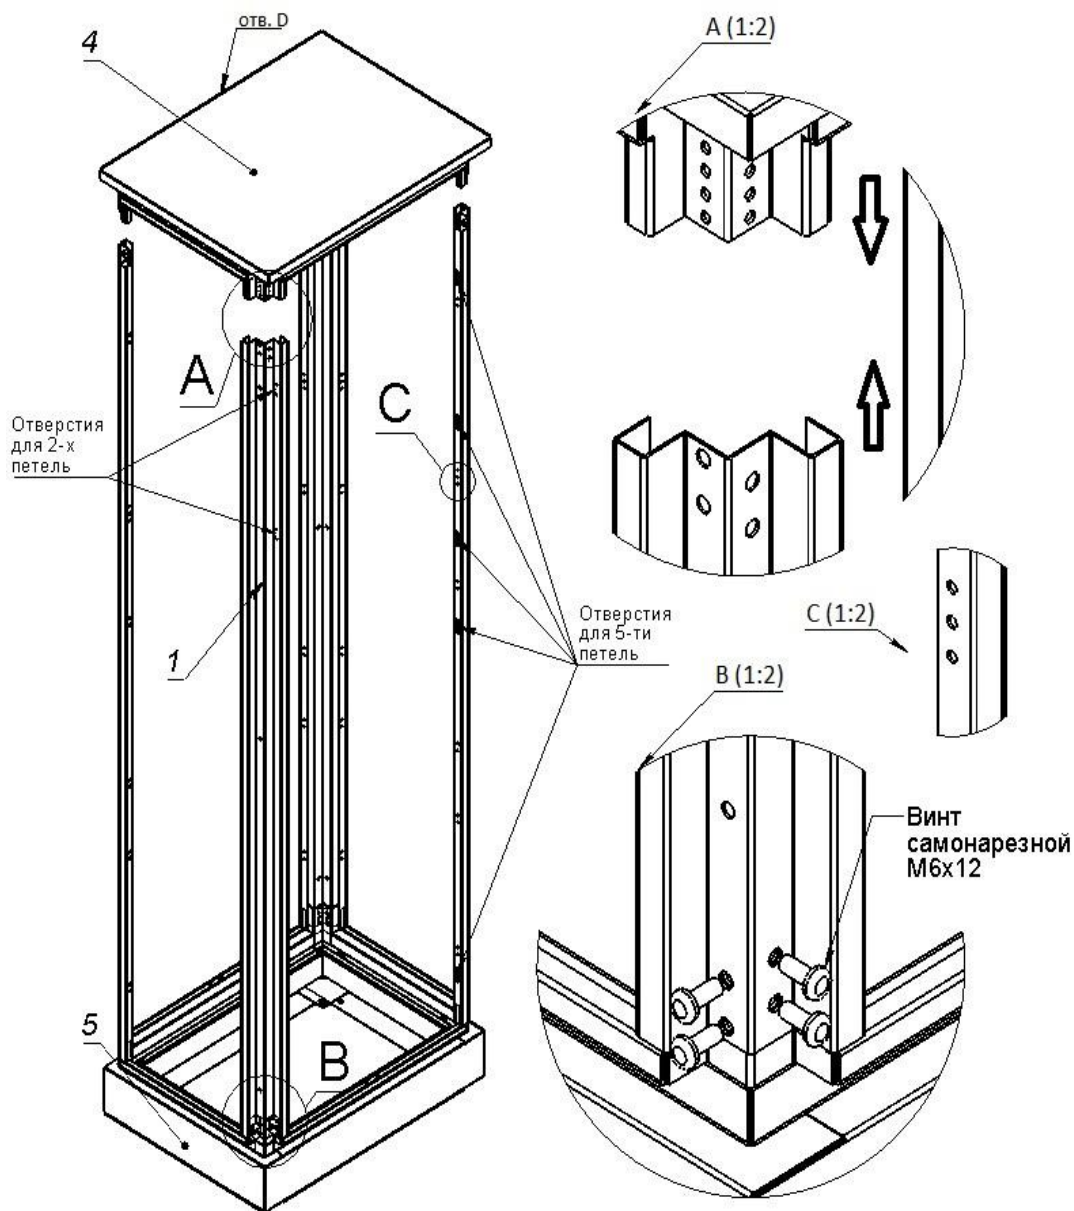

Рис. 1 **Сборка каркаса ВРУ**
- 1) Установить стойки на цоколь как показано на **рис.1 вид А**.
3-отверстия **рис.1 вид С** должны находиться в верхней части стоек.
Стойка с 5-ю отв. под петли с передней правой стороны **рис.1**.
Установить крышу на стойки **рис.1 вид А**. (**отв. D-задняя сторона шкафа**).
- 2) Закрепить стойки самонарезными винтами М6х12 **рис.1 вид В**.